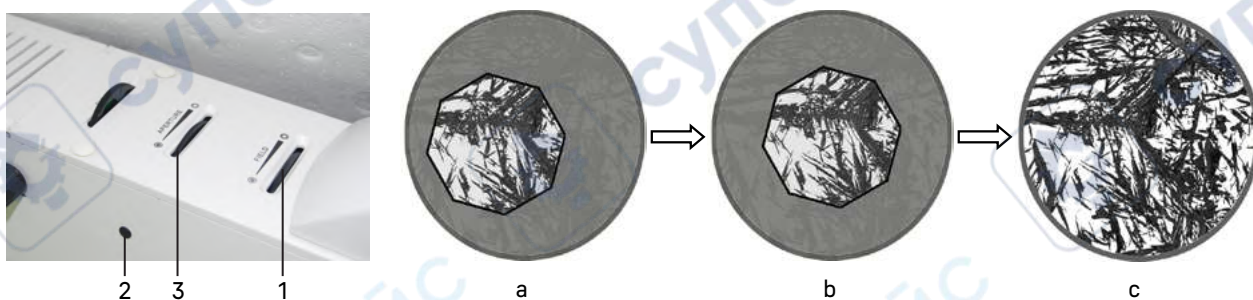

Рис. 11. Настройка освещения по Кёлеру
2. Откройте апертурную диафрагму **3** и закройте полевую диафрагму **1**, в поле зрения появится светлое пятно, как показано на рис. 11.
3. Если светлое пятно отклоняется от центра поля зрения, как показано на рис. 11а, отрегулируйте центрирующий винт **2** с помощью двух ключей-шестигранников, чтобы центр полевой диафрагмы совпал с центром поля зрения, как показано на рис. 11b.
4. Откройте полевую диафрагму, чтобы изображение наблюдаемого образца заполнило поле зрения, как показано на рис. 11с.